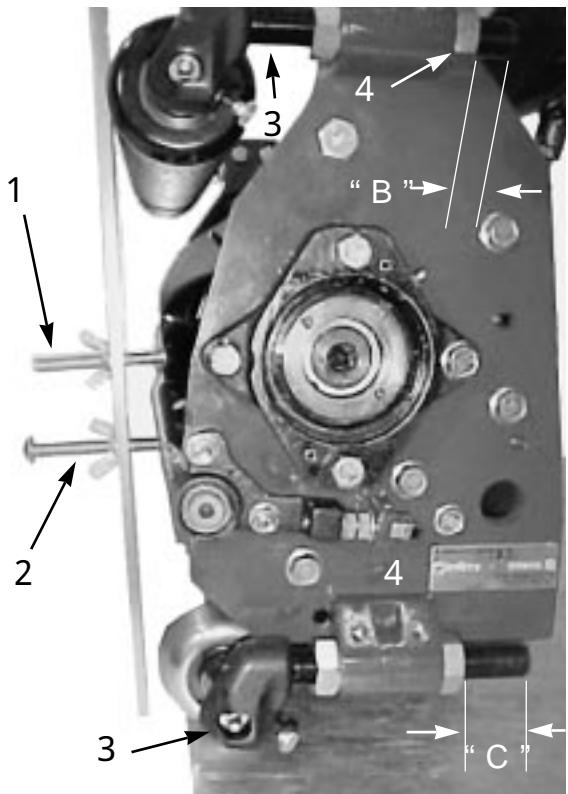

図8
4. 表1により、後サポートの位置を前または後ろで設定する。後刈り高ロッドの高さを、表に指示されている値よりも3mm小さくセットして、後ローラとゲージバーとの間にすきまを作り(図8)
注：前後のローラにゲージバーを差し渡してください。第1ネジを下刃の縁にぴったりと掛け、第2ネジを下刃の底面に当てた時(図8)、前ローラとゲージバーの間にすきまがあれば、そのすきまが無くなるまで前ローラを下げてください。逆にゲージが入らなければ、1)第1のネジ(刈り高ネジ)が下刃に軽く掛かり、2)第2のネジが下刃の底面に当たり、3)ゲージバーが前後のローラに当たるまで、前ローラを上げてください。この調整(姿勢)をカッティングユニットの左右の端で確認します。